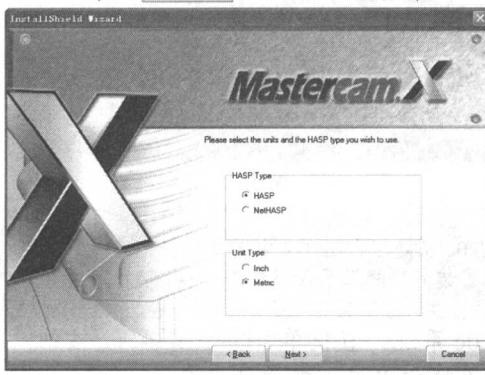

图1-7
6. 单击 **Next >** 按钮出现安装界面 4，设置选项如图 1-7 所示。